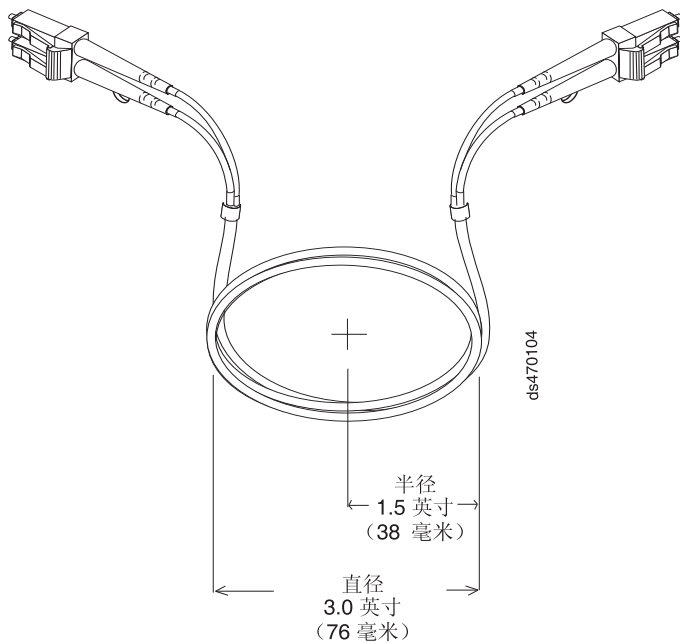

图 31. 建议的光缆弯曲和环路规格
- 在存放过长或未使用的光缆时，请勿将光缆弯曲到直径小于 76 毫米（3 英寸）或半径小于 38 毫米（1.5 英寸），也不要让光缆卷在一起。请参阅第 51 页的图 31。